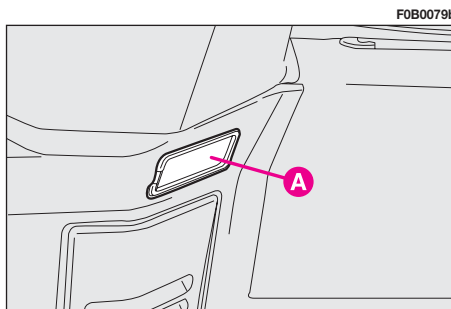

fig. 143
**Luces del maletero fig. 143**